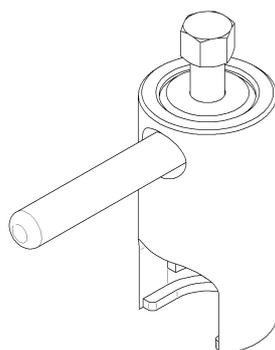

Рис. 10. Съемник для крыльчатки
- снять крыльчатку при помощи специального съемника (см. рис. 10);
Съемник для крыльчатки (рис. 10) поставляется по специальному заказу.